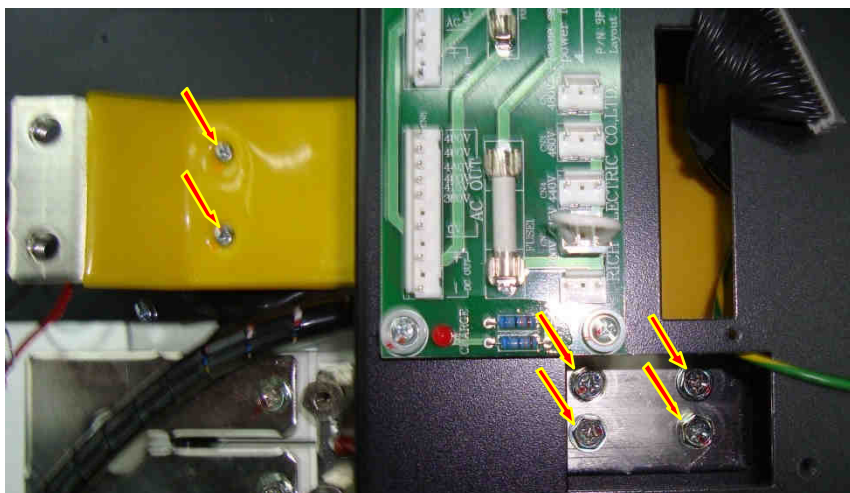

Рис. 6.21.
6.11.4. Демонтировать шину «+» предохранители – звено ПТ., выкрутив 4 винта крепления шины к блоку конденсаторов и 2 винта крепления к изоляционной стойке (рис. 6.21.) Положить винты и шину в тару.